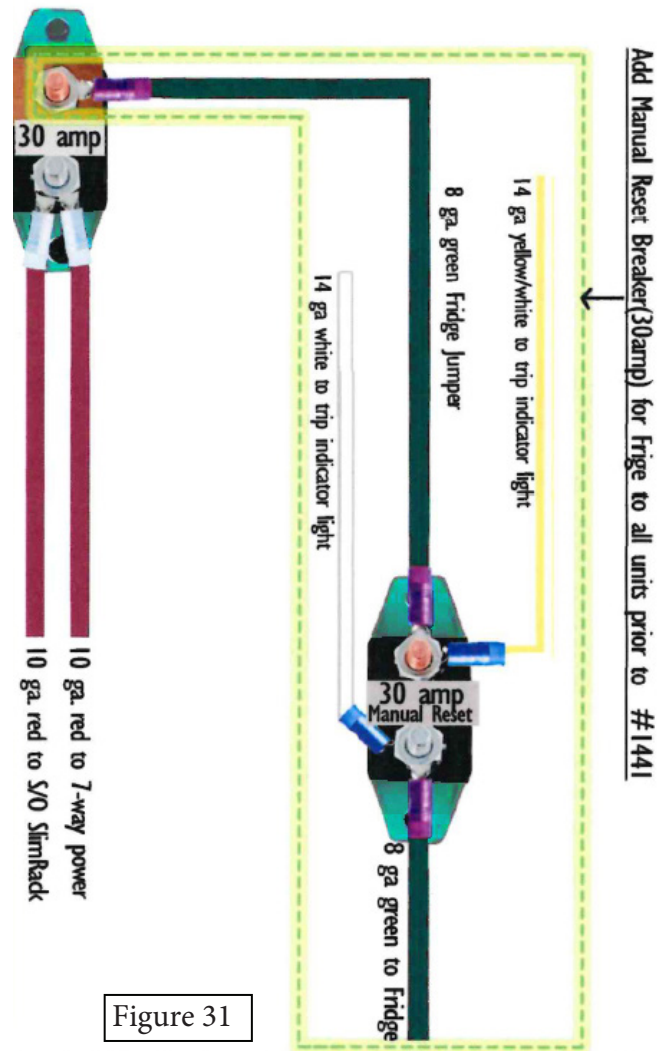

Figure 31
41. Étanchez le trou où les fils passent dans le dessous de la pièce coulissante à l'aide d'un produit d'étanchéité pour l'extérieur (non fourni) (Figure 31).
45. Branchez les fils du mini-disjoncteur réarmable du réfrigérateur (Figure 31) :